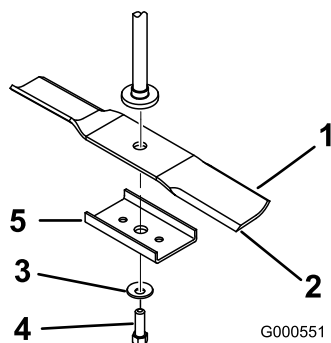

Figure 45
- Enlevez de l'axe le boulon de lame, la rondelle bombée, le renfort de lame et la lame (Figure 45).
- Montez le renfort, la rondelle bombée (face concave vers la lame) et le boulon de lame (Figure 45).
- Placez la lame sur l'axe (Figure 45).